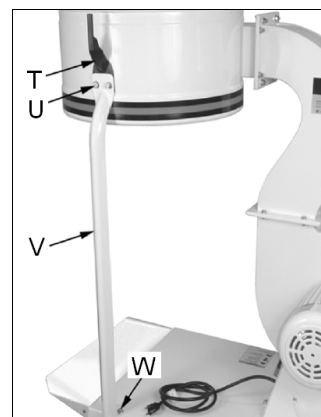

Fig 7
Montieren Sie jede Stützstrebe (V, Fig 7) mit 2 Sechskantschrauben (W) und Scheiben.